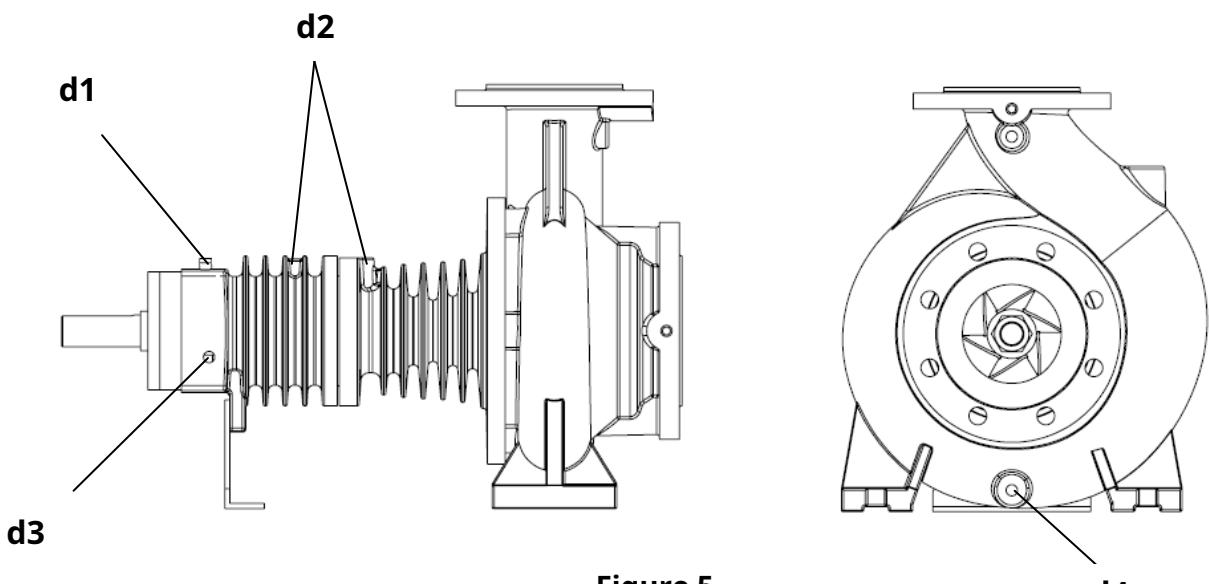

Figure 5
- Il y a des points de connexion dans chaque pompe pour décharger la pompe et éliminer les fuites dans le lit d'étanchéité.(**figure 5**) Ces connexions peuvent être connectées au réservoir de décharge au moyen de tuyaux si demandé. Il doit y avoir une vanne d'isolement dans le tuyau utilisé pour le déchargement de la pompe et cette vanne et ce tuyau doivent être adaptés à la pression de fonctionnement maximale de la pompe.